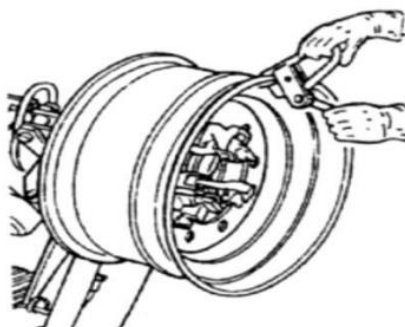

Fig 18
3. Prenda o grampo de fixação na posição superior da borda externa do aro (Fig. 18). Certifique-se de que o grampo está firmemente fixado no aro da roda.